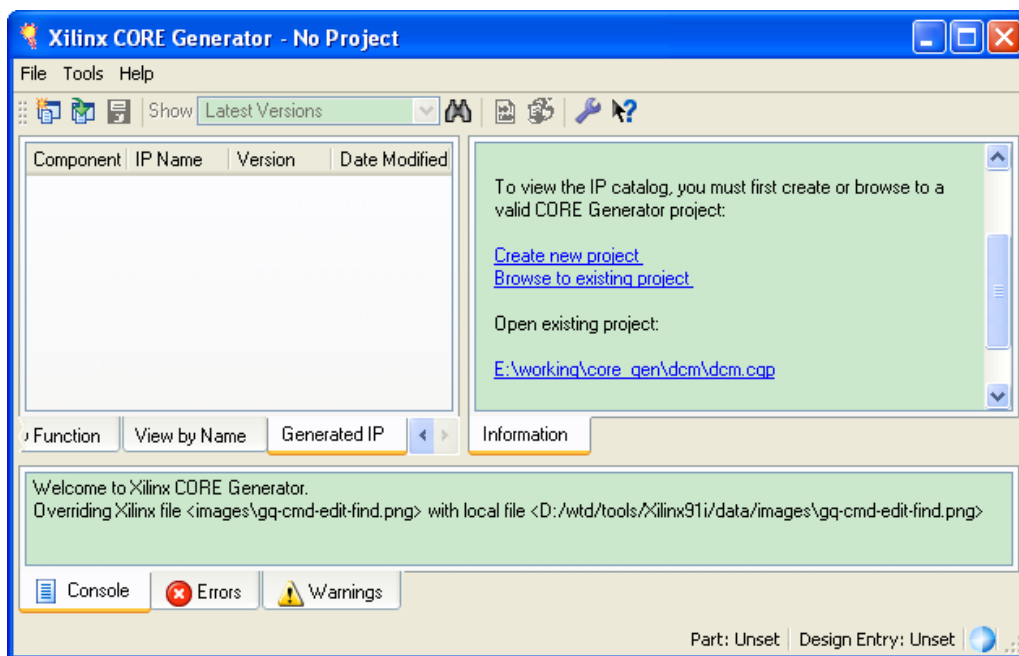
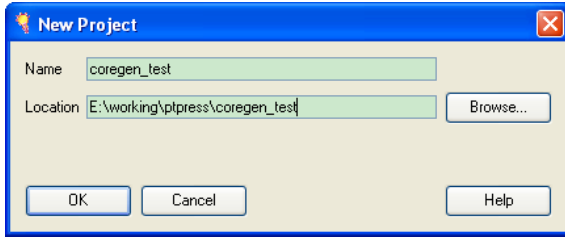
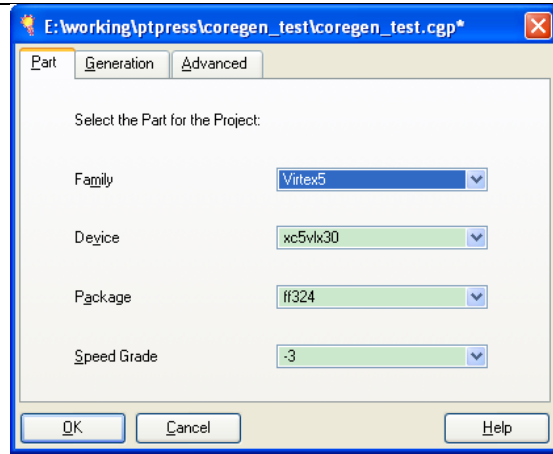

图 2.51 启动 CORE Generator 窗口
图 2.52 新建 CORE Generator 项目
图 2.53 为 CORE Generator 新项目指定器件类型
(1) 首先需要启动 CORE Generator，在开始菜单中，ISE 菜单下单击【Accessories】/【CORE Generator】，出现如图 2.51 所示的窗口。
(2) 在图 2.51 所示的窗口中，可以单击【File】/【New Project】新建项目，也可以在右边的“Information”窗口中单击“Create new project”新建项目。
(3) 如果已经有了 CORE Generator 项目，还可以打开已有项目。可以通过“Browse to existing project”找到已有的项目，还可以通过“Open existing project”打开 Core Generator 已经识别的项目。
(4) 单击新建项目后，在弹出的“New Project”对话框中输入项目名称，指定项目存放路径，单击【OK】按钮，如图 2.52 所示。
(5) 如果指定的目录不存在，会提示新建目录，单击【OK】按钮新建目录。
(6) 接下来会出现项目属性设置对话框，设计者需要指定器件类型等属性。如图 2.53 所示为指定器件类型对话框。这里指定器件为 Virtex5 系列的 xc5lvx30，封装类型为 ff324，速度等级为 3。